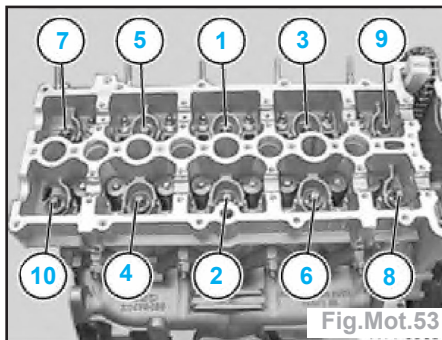

Fig.Mot.53
- Déposer les vis de culasse de l'extérieur vers l'intérieur dans l'ordre de (10) à (1) (Fig.Mot.53).
- Mettre en place la culasse et la serrer dans l'ordre (1 à 10) en utilisant des boulons neufs (légèrement graissés) (Fig.Mot.53).